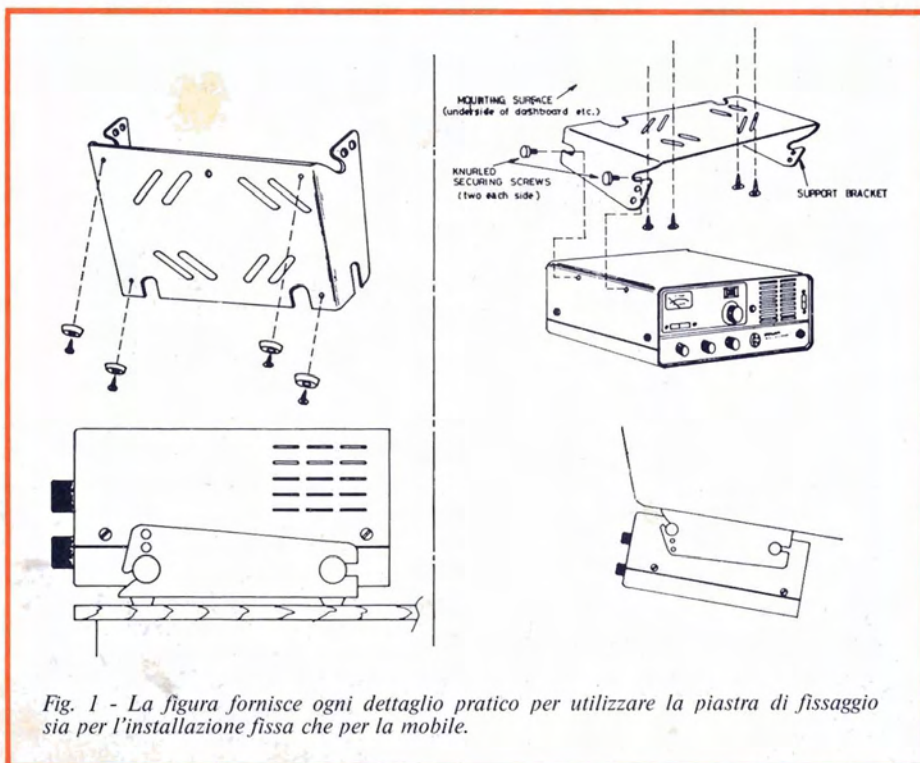

Fig. 1 - La figura fornisce ogni dettaglio pratico per utilizzare la piastra di fissaggio sia per l'installazione fissa che per la mobile.
- di montaggio pratico e facile (fig. 1) come stazione fissa mobile.